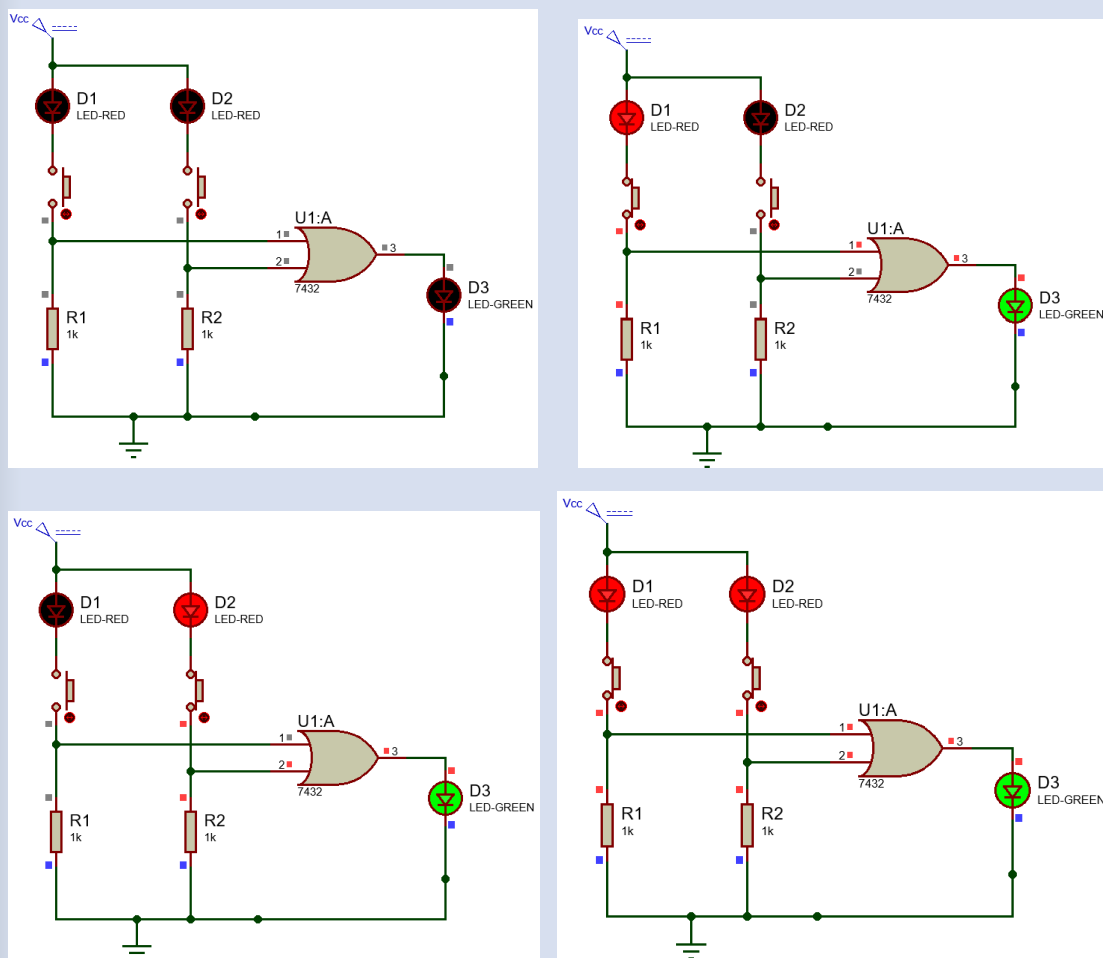

Figura 4.7 Simulación de la compuerta OR.
Observa en la figura 4.7 que el LED solo se enciende cuando ambas entradas (A y B) están en estado bajo (0). Esto confirma que la compuerta OR requiere que ambas entradas sean falsas para producir una salida falsa.